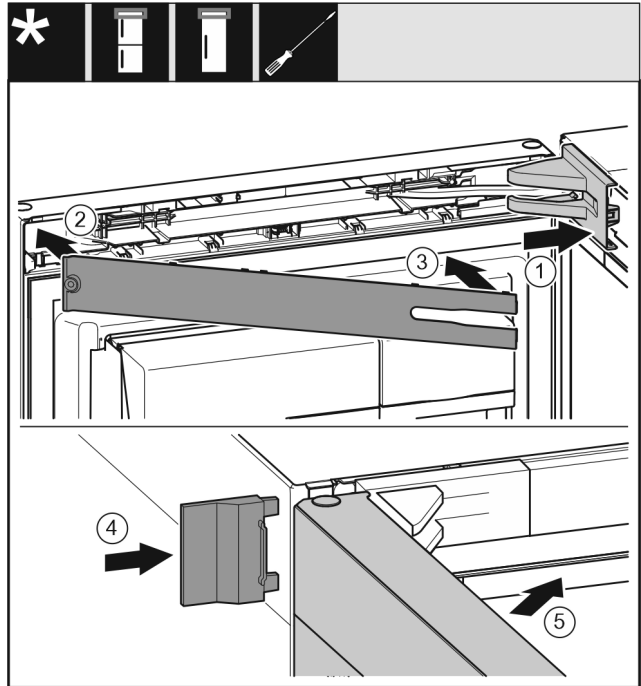

Fig. 32
- ▶ Vendosni kapakun mbulues të bazamentit mbështetës Fig. 32 (1) dhe mberthejeni në vend, duke i ndarë nga njëri-tjetri nëse nevojitet.
- ▶ Vendosni panelin mbulues Fig. 32 (2).
- ▶ Hapni kapakun Fig. 32 (3) dhe mberthejeni.
- ▶ Shtyni kapakun mbulues të jashtëm Fig. 32 (4).
- ▶ Mbyllni derën lart Fig. 32 (5).